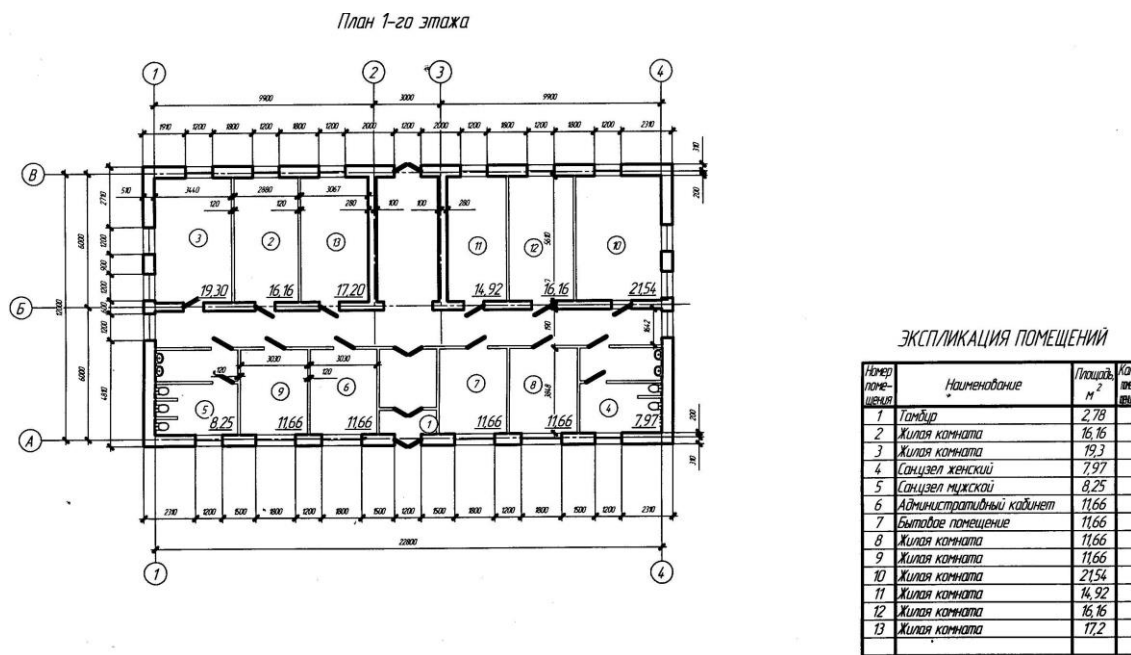

Рис. 9
18. Выполнить надписи «План 1-го этажа» и «ЭКСПЛИКАЦИЯ ПОМЕЩЕНИЙ» - через компактную панель - Обозначения - Текст (рис. 9).